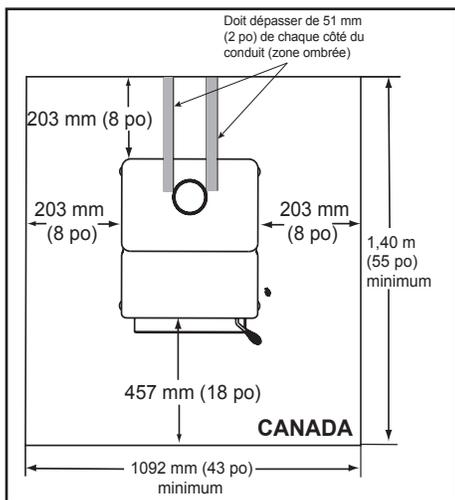

Figure 10.2
Au Canada, une protection similaire doit être installée jusqu'à 457 mm (18 po) à l'avant et 203 mm (8 po) à l'arrière et les côtés de l'appareil. **Figure 10.2 *Voir exception.**
***EXCEPTION :** Les protections incombustibles pour le sol doivent s'étendre sous le conduit lorsque l'évacuation est horizontale et se prolonger de 51 mm (2 po) de chaque côté du conduit. **Voir figure 10.2.**